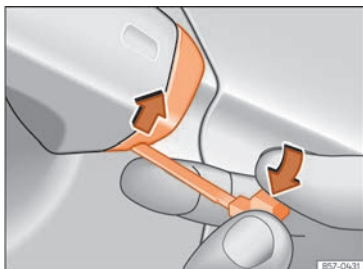

Fig. 53 Manecilla de la puerta del conductor: desprender la tapa haciendo palanca.
- Introduzca la llave de emergencia en la abertura inferior de la tapa de la manecilla de la puerta del conductor y eleve la tapa de abajo hacia arriba »»» **fig. 53.**